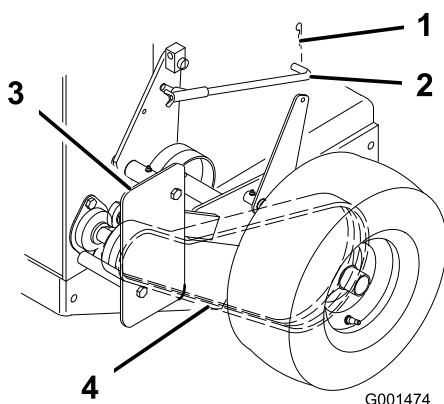

Figure 40
1. Enlevez la goupille fendue qui fixe la tige de frein au bras de frein pour détendre la poulie de tension de la courroie (Figure 40).
2. Enlevez les boulons inférieurs et desserrez les boulons supérieurs du déflecteur pour le faire pivoter et accéder à la courroie (Figure 40).
3. Soulevez la courroie et faites-la passer au-delà de la poulie de tension pour l'enlever de la poulie de d'entraînement (Figure 40).
6. Fixez le déflecteur avec les boulons retirés précédemment, serrés au couple correct (Figure 40).
7. Fixez la tige de frein au bras de frein avec la goupille fendue (Figure 40).